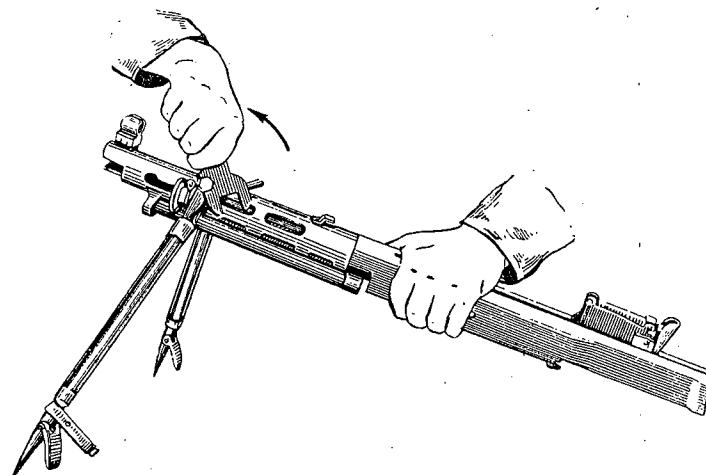

Рис. 60. Вывинчивание осей ног сошки ключом-отверткой
- ключом-отверткой вывинтить оси ног (рис. 60), вращая ключ-отвертку против направления движения часовой стрелки; после этого ноги сошки вместе с движком отделятся от кожуха;